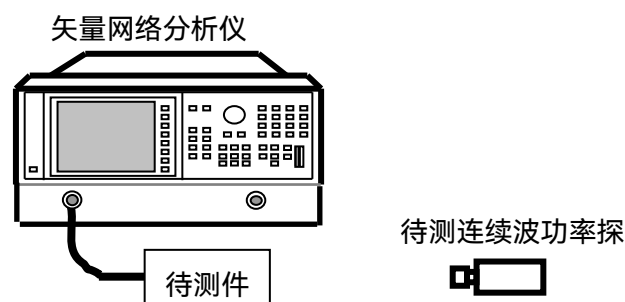

图 7.6 连续波功率探头端口驻波比的测试框
- 按照图 7.6 所示连接测试仪器。开机复位，预热至少 30min。